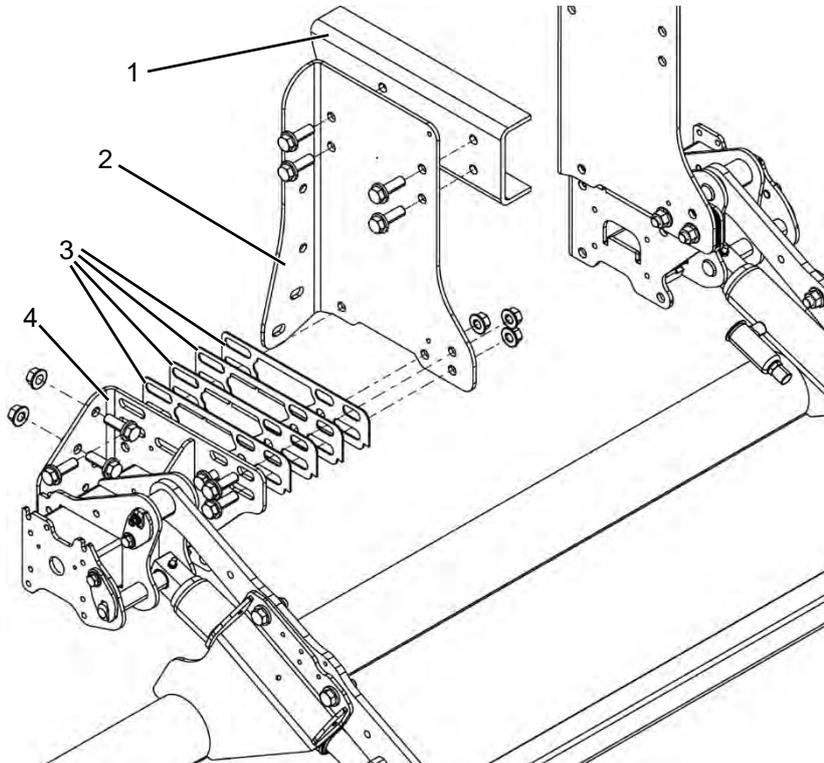

Рисунок 9: Распорки (примерное изображение)
- ▶ При монтаже между коробом штатива и монтажными пластинами используйте распорки, чтобы уменьшить внутренний размер консолей до ширины шасси (примерное изображение на Рисунок 9). Количество требуемых распорок можно посмотреть в таблице в анализе монтажа (на чертеже навески оборудования).